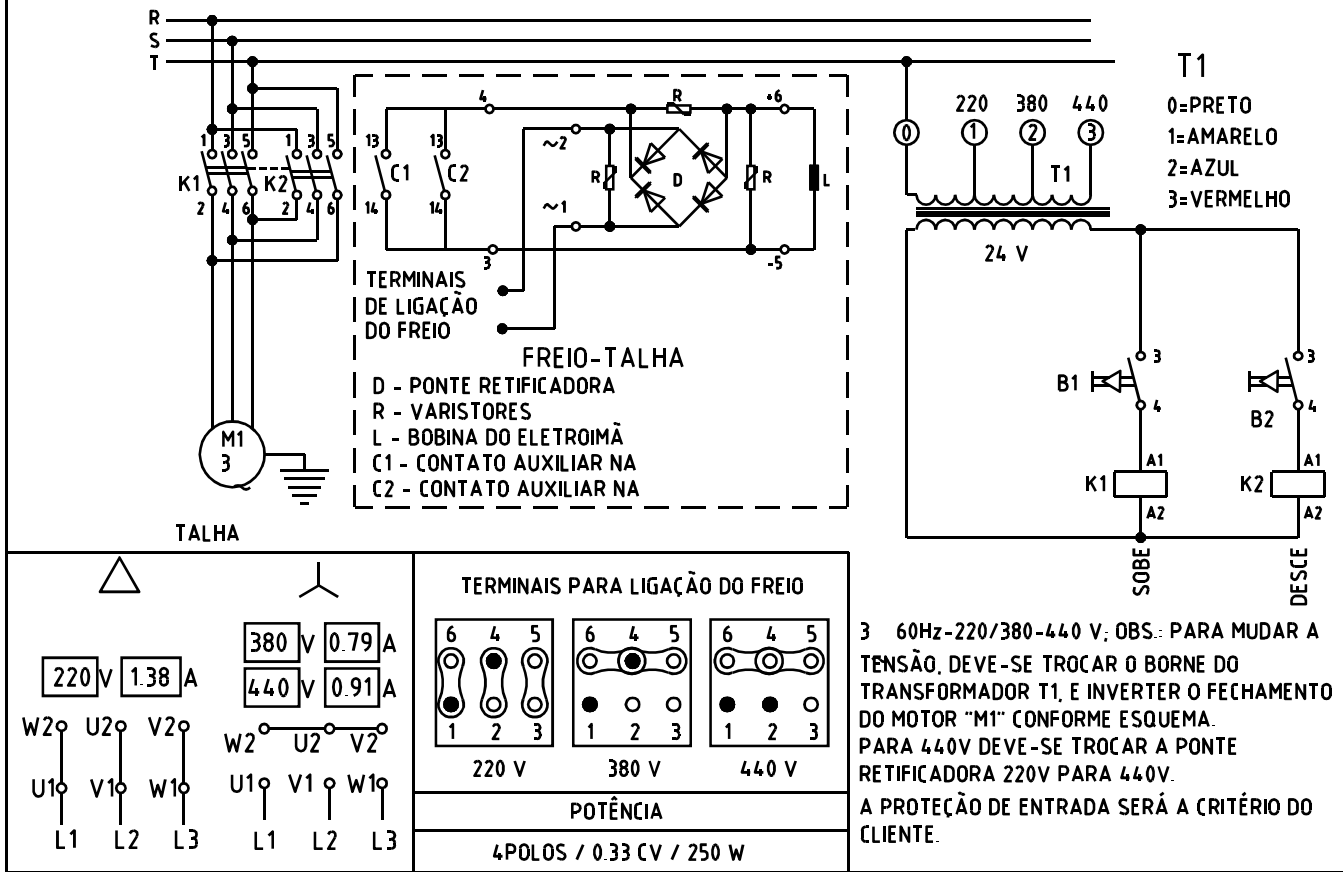

Fig. 1
- 3.3-** Antes de conectar o cabo de alimentação à rede elétrica confirmar se a tensão indicada na placa de identificação da talha corresponde à tensão de alimentação, as conexões devem ser efetuadas conforme esquemas elétricos mostrados nas fig. 1 e 2. Obs.: Os profissionais que trabalham em instalações elétricas, sejam na montagem, na operação ou manutenção, deverão ser permanentemente informados e atualizados sobre as normas e prescrições de segurança.